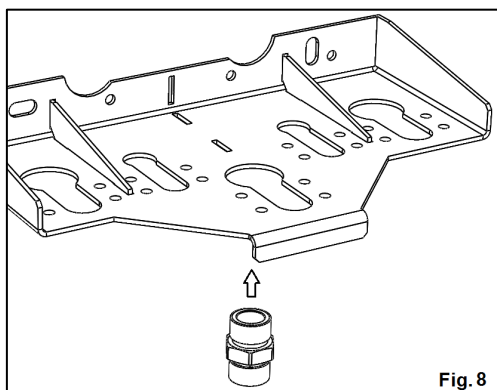
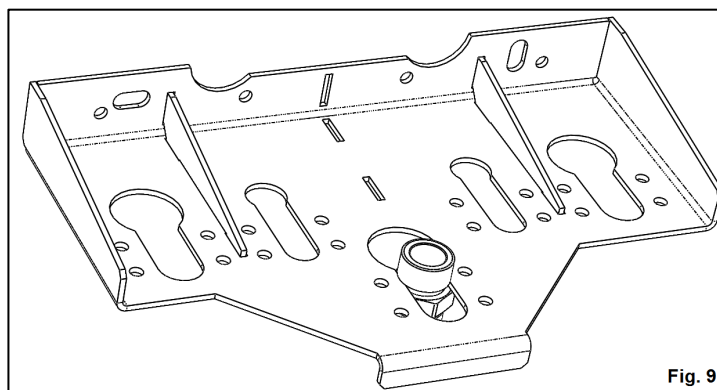

Fig. 8
Fig. 9
6. Se pozitioneaza racordul G, pe placa P, in pozitia indicata in Fig. 9, prin introducerea tronsonului superior in gaura din placa (Fig. 8), si deplasarea de-a lungul decuparii.